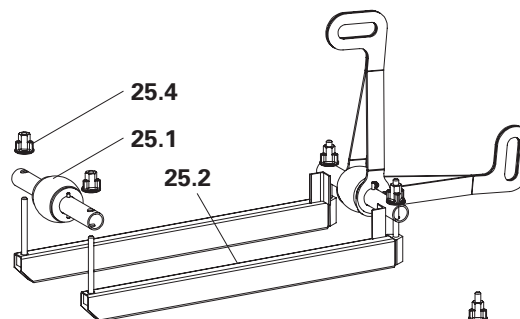
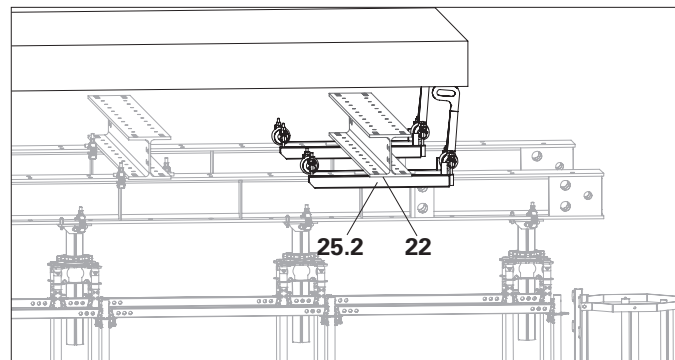

Fig. A7.07
Fig. A7.08
1. Togliere il tubo trasversale (25.1) dal carrello (25). (Fig. A7.07)
2. Spingere il carrello (25) sotto la traversa (22) fino alla trave di orditura HDT (20) e fissare il tubo trasversale (25.1).
3. Stringere i dadi a 3 rinforzi (25.4) in modo uniforme fino a quando i profili longitudinali (25.2) poggiano contro la traversa (22). (Fig. A7.08)